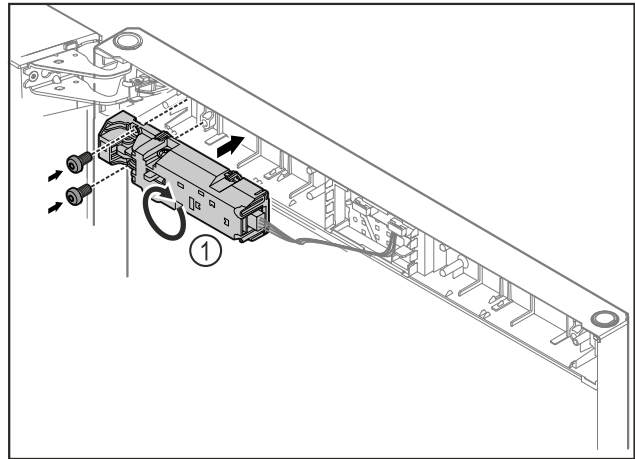

Fig. 13
- ▶ Otočte diaľkový zámok Fig. 13 (1) o 180° a upevnite ho na opačnej strane.